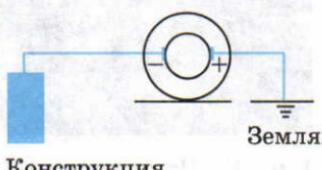

Рис. 45. Схема катодной защиты
• Катодная — металлоконструкцию подсоединяют к катоду внешнего источника тока, что исключает возможность ее анодного разрушения (рис. 45).